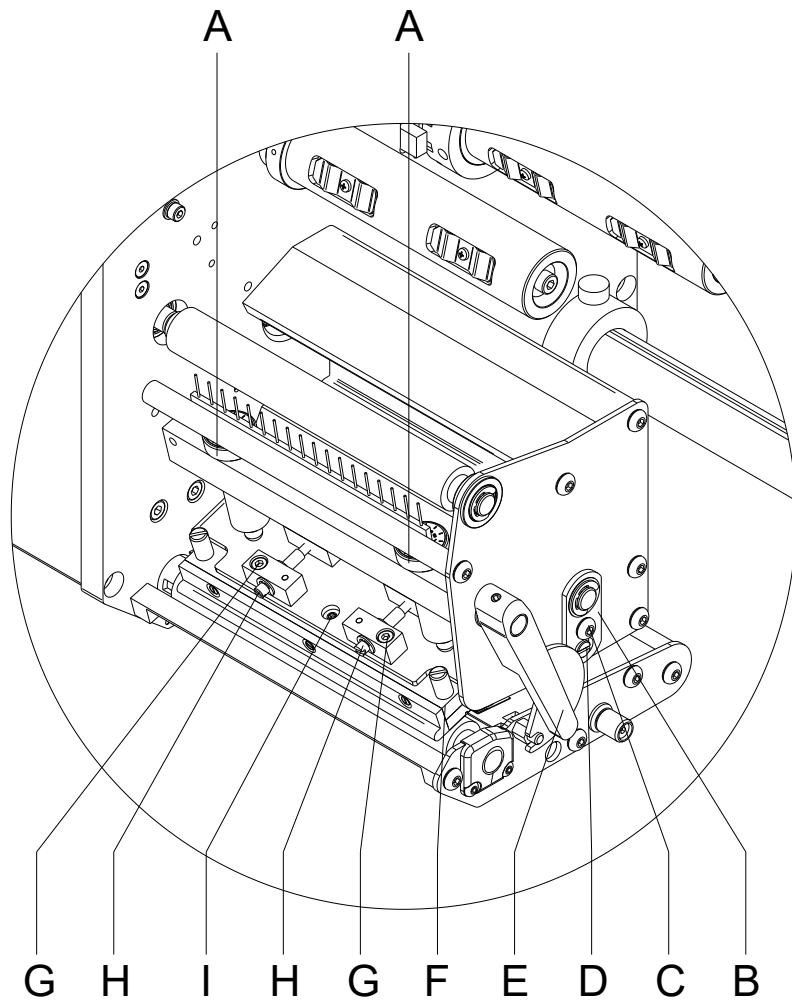

Abbildung 31
1. Andruckschrauben (A, Abbildung 31) drehen, um den Druckkopfdruck zu verändern.
2. Drehen der Andruckschrauben (A, Abbildung 31) bis an den Anschlag im Uhrzeigersinn ergibt eine Andruckerhöhung von 10N gegenüber der Werkseinstellung.
3. Drehen der Andruckschrauben (A, Abbildung 31) vom Anschlag gegen den Uhrzeigersinn auf entsprechenden Skalenwert laut Tabelle, ergibt die Werkseinstellung.